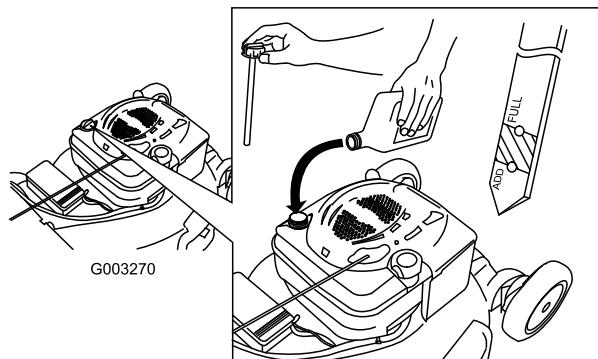

Figura 8
- Retire la varilla (Figura 8).
- Vierta **lentamente** aceite en el tubo de llenado hasta que el nivel llegue a la marca "Full" (lleno) de la varilla (Figura 8). **No llene demasiado.** (Capacidad máxima: 0,59 l (20 onzas), tipo: SAE 30W, aceite detergente con clasificación de servicio API SF, SG, SH, SJ, SL o superior.)